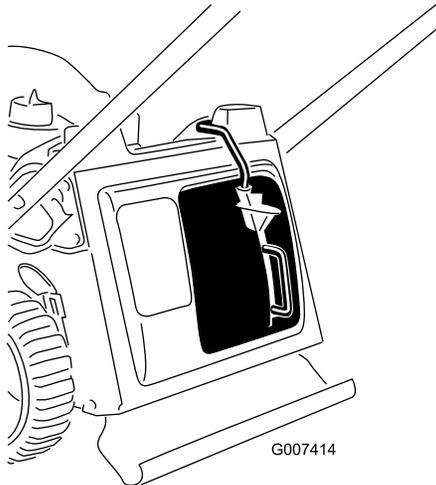

Figura 12
3. Togliete il pollice dal pulsante sulla leva e assicuratevi che la parte superiore della leva sia completamente inserita nella scanalatura (Figura 12). **Se la parte superiore della leva non è inserita nella scanalatura, il tosaerba non si avvia.**